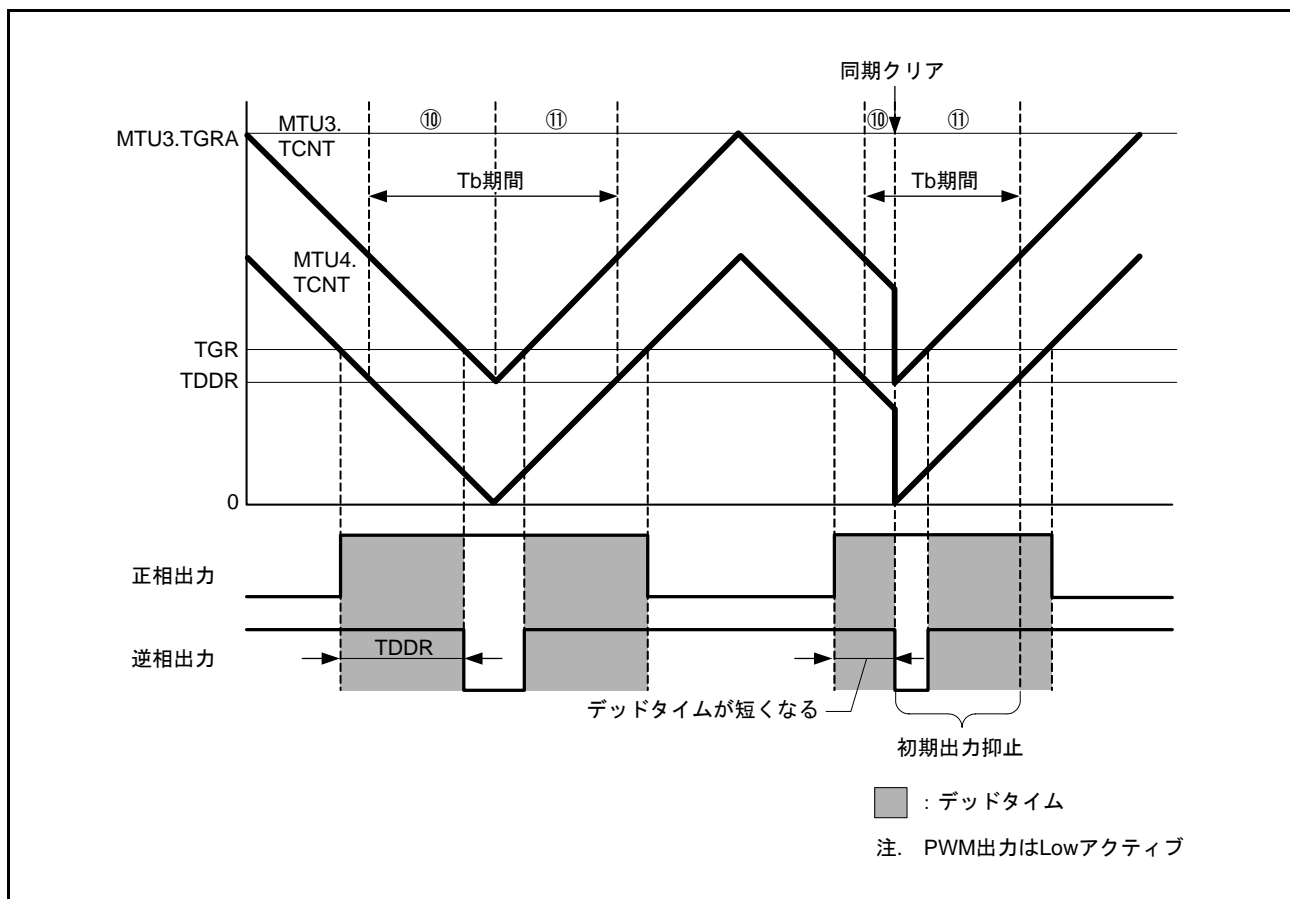

図 22.122 同期クリア例 (条件 1 の場合)
条件 1 : 初期出力の抑止期間⑩にて、PWM 出力がデッドタイム期間中に同期クリアした場合 (図 22.122 参照)。